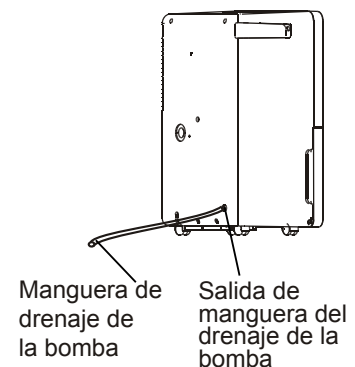

Imagen 14.
- Vuelva a insertar la manguera de drenaje de la bomba en la salida de la manguera de drenaje de la bomba a una profundidad de al menos 15 mm (consulte Imagen 14), luego guíe la manguera de agua hacia el drenaje del piso o un drenaje correcto.